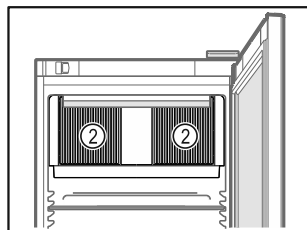

Fig. 74
- ❑ Ne pas obstruer les fentes d'aération Fig. 74 (2) du ventilateur de circulation d'air à l'intérieur de l'appareil.